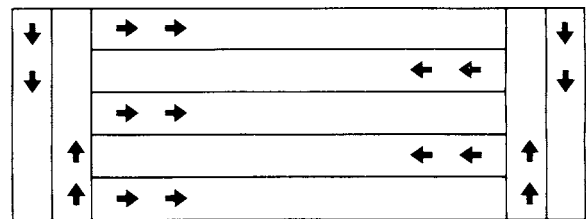

FIGURA 26
4. Para una aplicación más fácil, aplique el material primero a ambos extremos del área. Dos o tres pases sobre cada extremo son suficientes. Entonces aplique el material hacia adelante y hacia atrás como se muestra. Use las áreas de los extremos para dar la vuelta, cerrando el esparcidor cuando entre en el área y volviéndolo a abrir nuevamente cuando sale de las áreas de los extremos para hacer el siguiente paso. Vea la Figura 26.